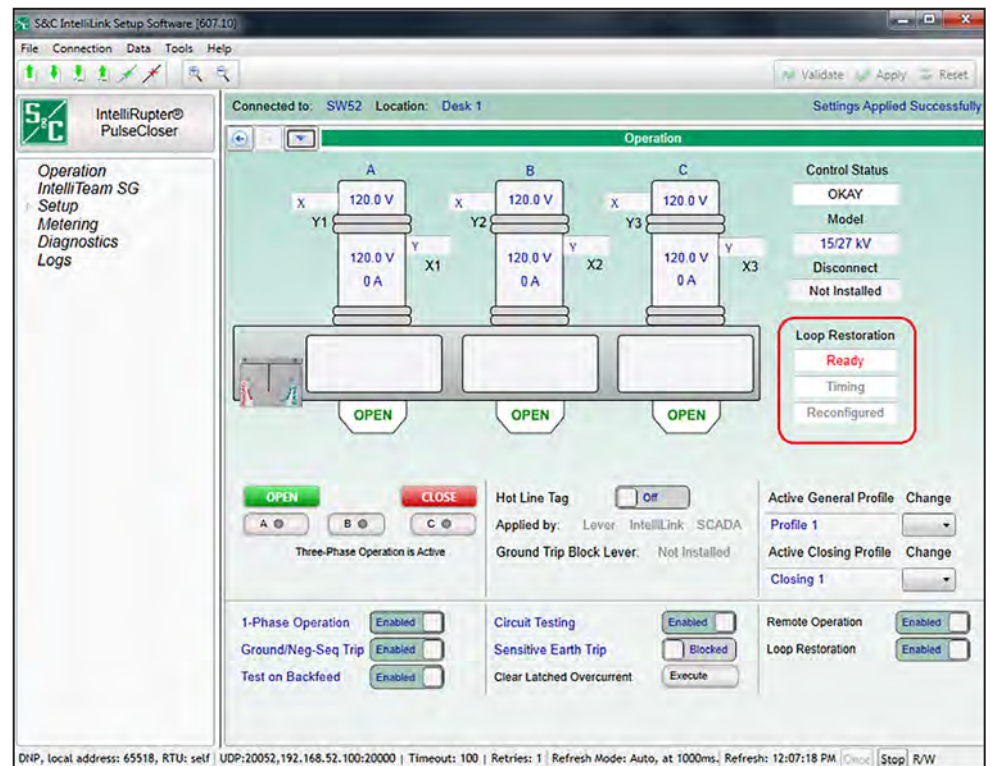

Figura 87. Tela *Operation* exibindo o estado Ready (Pronto) no indicador de status Recomposição do Anel (Loop Restoration).
- A tela *Operation* mostra o estado **Ready** (Pronto) no indicador de estado **Loop Restoration**. Ver Figura 87.
- O Ponto de Status DNP **Loop Restoration Ready** (Recomposição do Anel Pronta) é setado quando o estado **Ready** (Pronto) estiver ativo. Ver Figura 87.